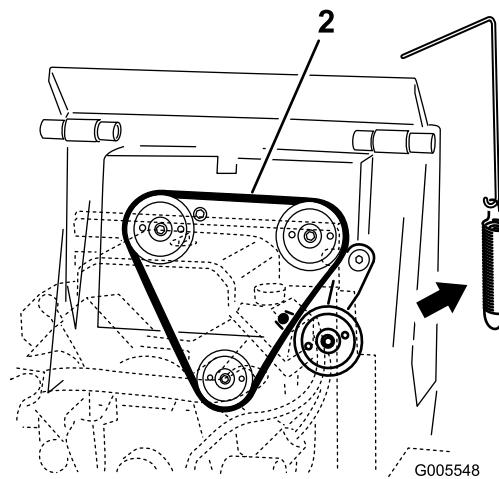

Figure 47
4. Enlevez le ressort de poulie de l'ensemble poulie de tension (Figure 47).
6. Placez une courroie d' entraînement neuve sur les trois poulies (Figure 47).